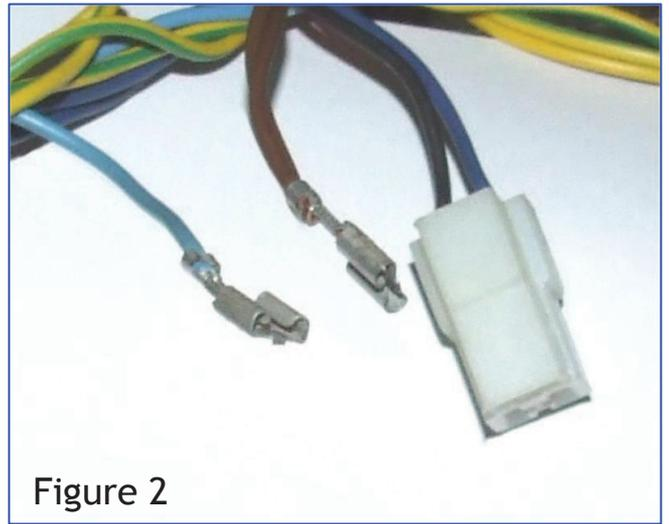

Figure 2
- Extraire du connecteur à trois voies du câble du lave-vaisselle le double câble marron (Cf. Figure 2).